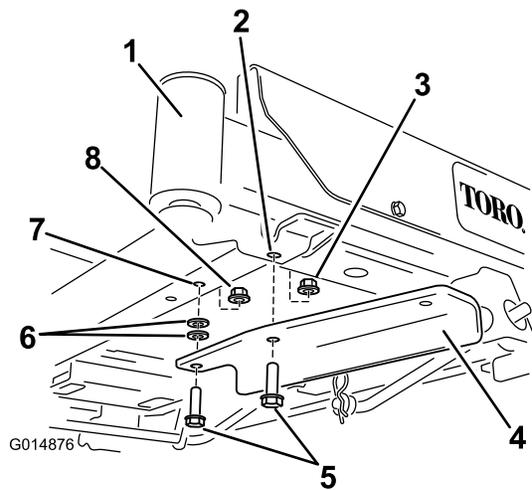

Figura 6
- Si la máquina no tiene pedal de elevación asistida, sujete el soporte usando dos pernos ($\frac{3}{8}$ " x $1\frac{1}{4}$ "), dos arandelas y dos contratuercas ($\frac{3}{8}$ " (Figura 6).